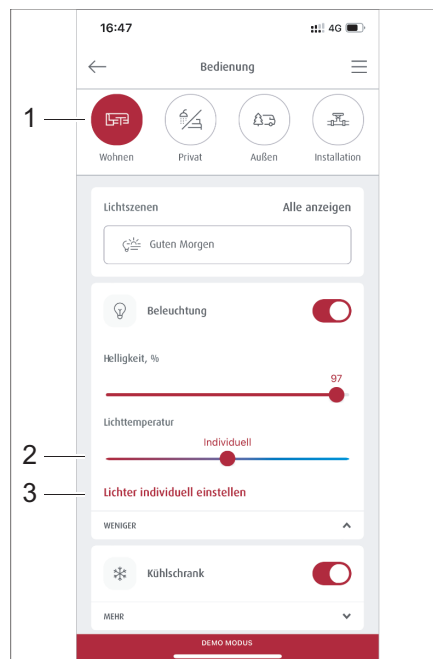
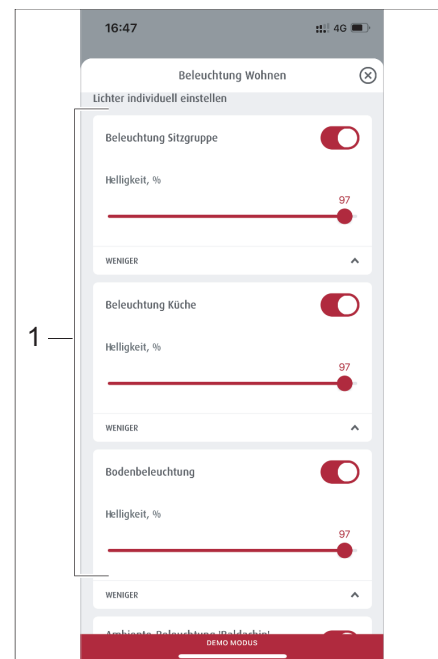

Bild 285 Auswahl vorgefertigter Szenarios
Bild 286 Verwaltung der Szenarios
- Im Menü *Bedienung* auf die Schaltfläche *Wohnen* (Bild 285,1) tippen.
- Im Menü *Wohnen* auf *Lichter individuell einstellen* (Bild 285,3) tippen.
Es öffnet sich das Menü *Lichter individuell einstellen* (Bild 286).
- In der Beleuchtungsauswahl (Bild 286,1) die gewünschte Beleuchtung auswählen und mit dem Schieberegler (Bild 285,2) die Lichttemperatur einstellen.